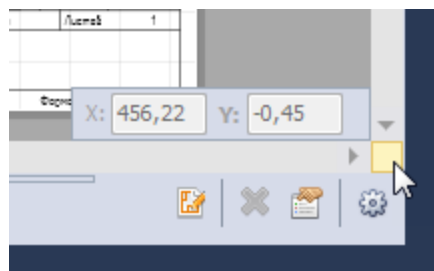

Рис. 343 Вызов ввода координат курсора мыши
1. Нажмите на квадрат, расположенный в правом нижнем углу рабочей области, см. Рис. 343.